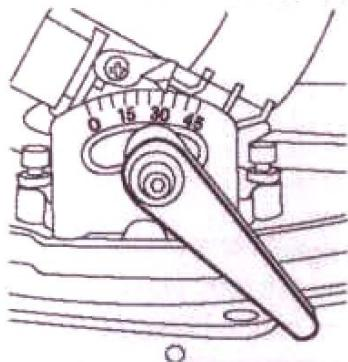

Рис. 9
1. Убедитесь, что пильный блок находится в  $90^\circ$  (исходное положение). Красный указатель угла (26) должен быть расположен точно в положении  $0^\circ$  шкалы (25). Если это не так, ослабьте винт (6), которым крепится указатель угла (26) и установите дисплей надлежащим образом в  $0^\circ$ . Затем затяните винт (рис. 9).